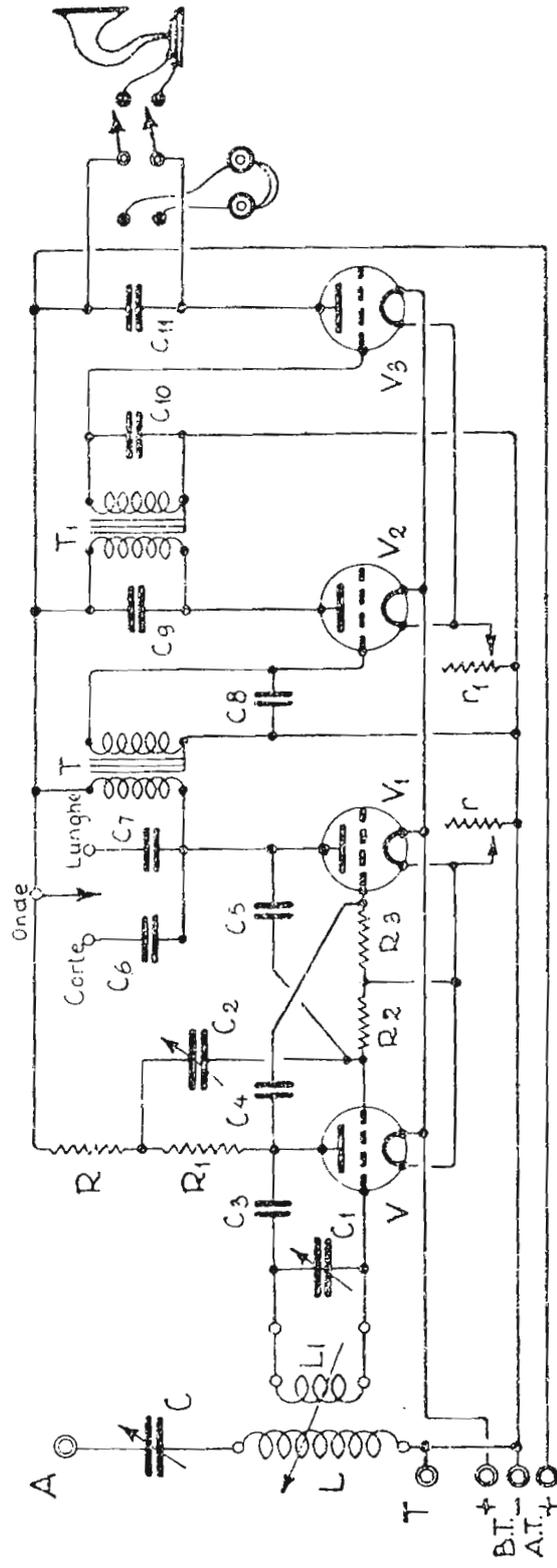

Fig. 9.
17. - Il ricevitore (vedi fig. 9) è un apparecchio Siti R. 3 M. modificato dall'Officina R. T. a 4 triodi. I due primi (di cui 1 amplificatore ad a. f. e l'altro rivelatore) costituiscono un'endodina bivalvolare, gli altri due sono amplificatori a b. f.